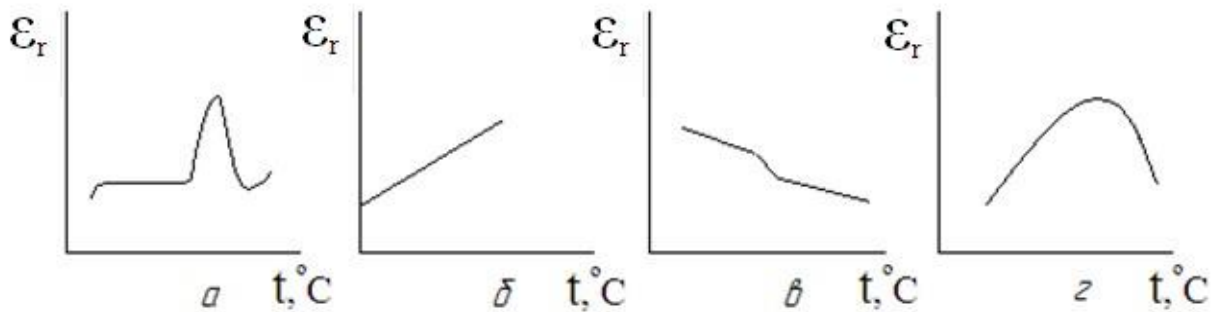

Рис. 1.4
Вопрос 1.8. На рис. 1.4 приведены кривые зависимости диэлектрической проницаемости от температуры для твердых диэлектриков с различной механической поляризацией. Укажите, которая кривая соответствует материалу со спонтанной поляризацией?
1. Рис. 1.4, а.
2. Рис. 1.4, б.
3. Рис. 1.4, в.
4. Рис. 1.4, г.